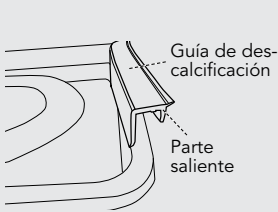

Figura 1
3. Coloque la bandeja de goteo en el nivel alto. Coloque la guía de descalcificación en el borde derecho de la bandeja para hornear como se muestra en la Figura 1. Presione hacia abajo el borde derecho de la guía de descalcificación para insertar la parte saliente entre la pared y la bandeja para hornear como se muestra en la Figura 2. Compruebe que el borde de la guía de descalcificación esté debajo de todas las salidas de vapor/ cabezas de tornillo como se muestra en la Figura 3.